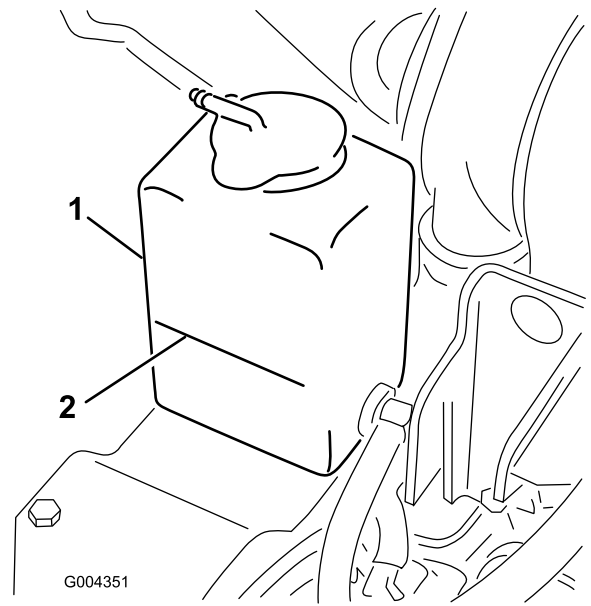

図 50
3. 冷却水の量は補助タンクで点検する 図 50。
- I. 冷却水補助タンクの Full マークまで、補助タンクに冷却水を追加する 図 50。